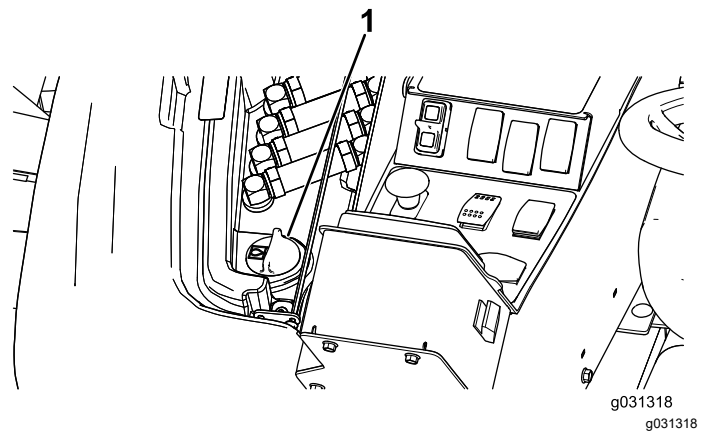

Figure 99
2. Du côté droit de la machine, soulevez le couvercle d'accès pour exposer le bouchon du réservoir hydraulique (Figure 99).
3. Nettoyez la surface autour du goulot et du bouchon de remplissage du réservoir hydraulique (Figure 99).